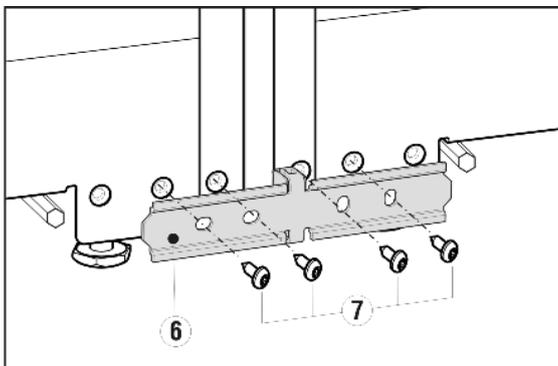
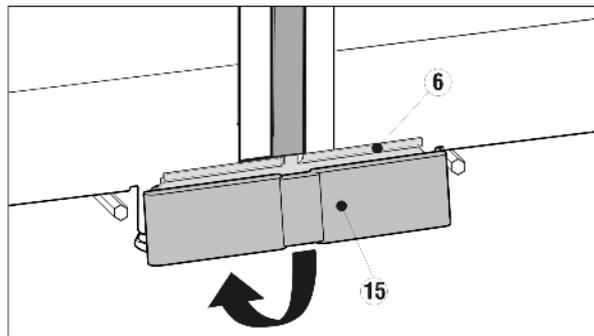

Fig. 4
Fig. 10
- ▶ Empurrar os aparelhos um contra o outro, ou voltar a posicionar os mesmos e, utilizando os parafusos Fig. 4 (7) fornecidos, aparafusar o ângulo de fixação Fig. 10 (6).
- ▶ Retirar a cobertura Fig. 10 (15) inferior da embalagem, colocar sobre o ângulo de fixação Fig. 10 (6) e encaixar em baixo.
- ▶ Voltar a desenroscar os pés de regulação (A) centrais, até tocarem no chão.